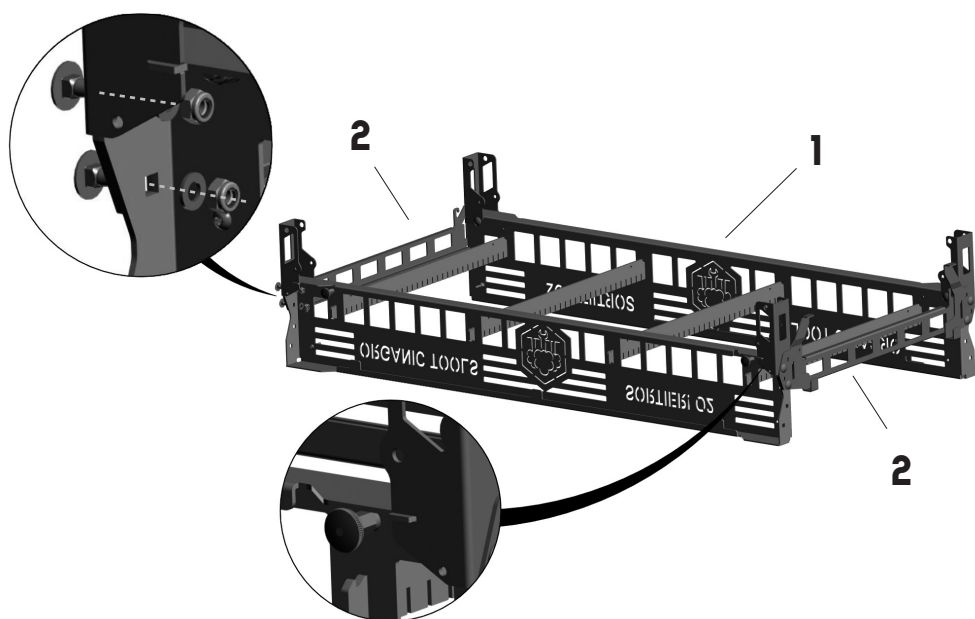
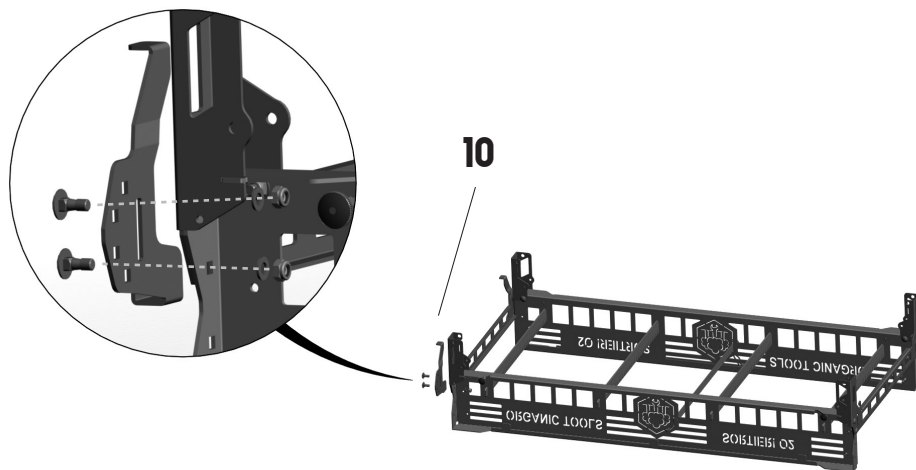

Abbildung 5: Stirnseite an Querseiten der Seitenwangen von außen nach innen festschrauben
Abbildung 7: Montage der Heckkistenhalter auf der Stirnseite
Danach werden die Stirnseiten (2) in jedem Eck mit 3 Schrauben, wie in Abbildung 5 und 6 zu sehen ist, festgeschraubt. Je nach Arbeitsweise kann man bei der Montage einer Stirnseite auch gleich die Heck-Kistenhalter (10) mit montieren (die Seite spielt keine Rolle (siehe Abbildung 7). Mehr dazu im Kapitel 4 „FUNKTIONEN DES SORTIER! 02“.